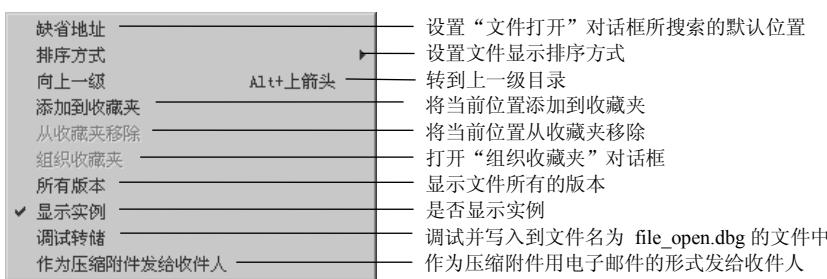

图 5.3.4 “工具”菜单
- 单击 按钮，出现图 5.3.4 所示的选项菜单，可选取相应命令。